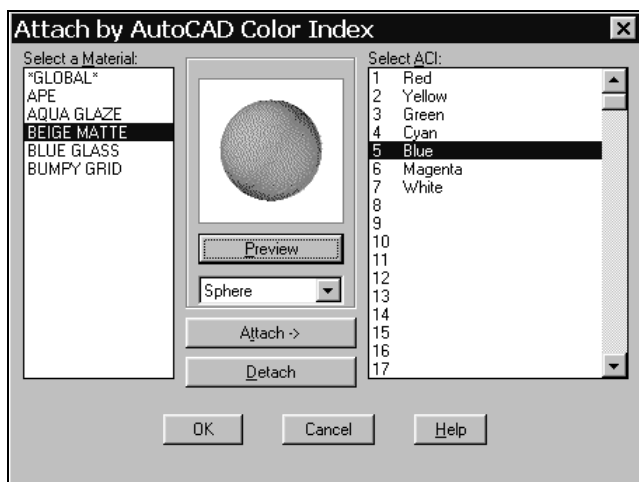

Рис. 10.6. Диалоговое окно **Attach by AutoCAD Color Index**
- By ACI** (По ИЦА): в диалоговом окне **Attach by AutoCAD Color Index** (Присвоение по Индексу цветов AutoCAD) (рис. 10.6) выбрать в правом списке **Select ACI** (Выберите индекс) цвет и нажать кнопку **Attach** (Присвоить);